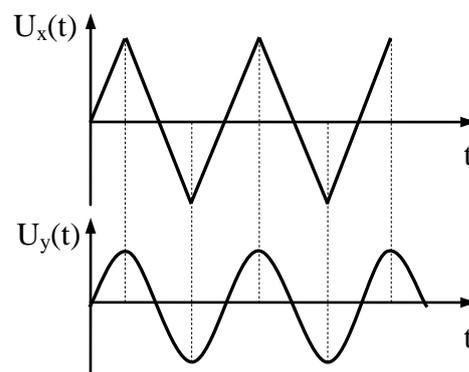

Рис. 7.
25. На входы X и Y осциллографа поданы напряжения, показанные на рис. 7. Постройте изображение, получающееся на экране осциллографа.